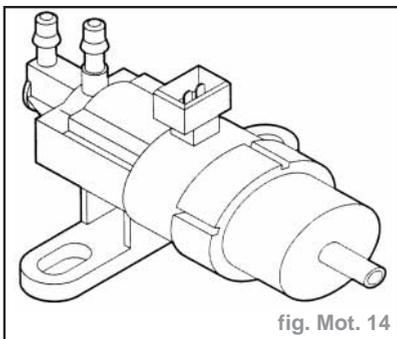

fig. Mot. 14
- Le régulateur de dépression **EGR** est alimenté par la pompe à vide et activé par le **PCM** au moyen de signaux cylindriques. (fig. Mot. 14).
- Le contacteur **CPP** indique au **PCM** si la pédale est en position embrayée ou débrayée. (fig. Mot. 14)